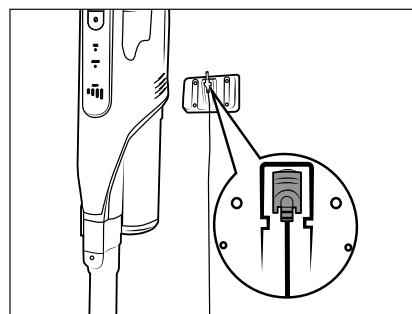

Fig. 6
- ◆ Insérez l'aspirateur par le haut dans le support mural ⑯, afin que la fiche creuse ⑪ glisse dans la prise de recharge ③ en dessous de l'appareil. L'indicateur de batterie ⑬ se met à clignoter et la recharge débute (voir fig. 6 et 7).